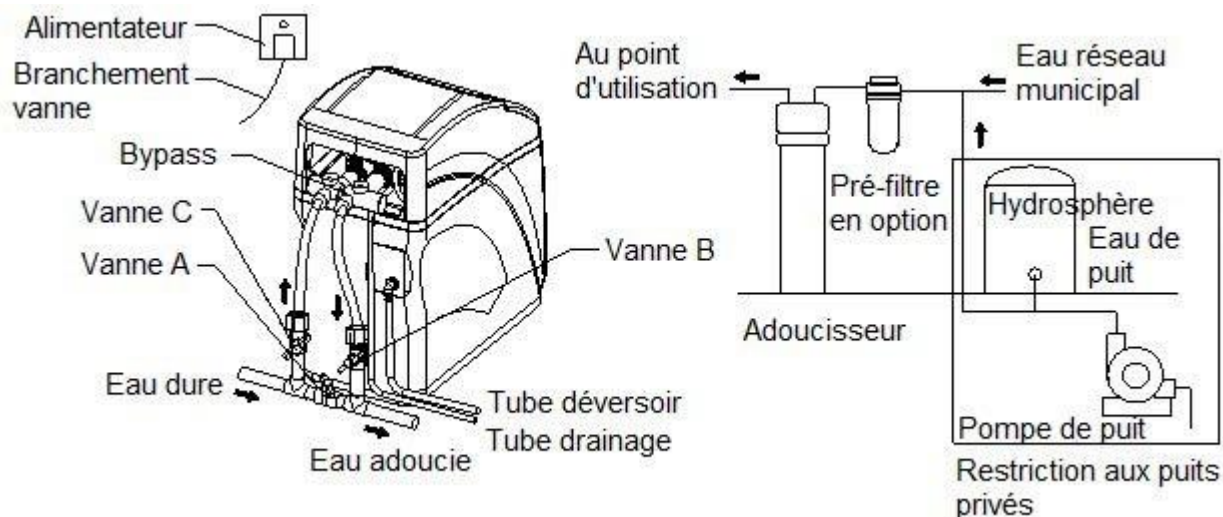

Figure 8.2. Schéma d'installation
- L'installation des conduites et des branchements doit être conforme aux règles d'installation locales. L'arrivée et la sortie doivent être branchées à la tuyauterie de l'eau dans le même axe (voir l'image figure 8.2). Veillez à ne pas inverser la position de l'arrivée et de la sortie de l'appareil.
- Il est proposé une vanne de dérivation manuelle (bypass externe) entre l'arrivée d'eau principale et l'arrivée / sortie de l'adoucisseur, pour faciliter l'installation et la maintenance (voir l'image figure 8.2).